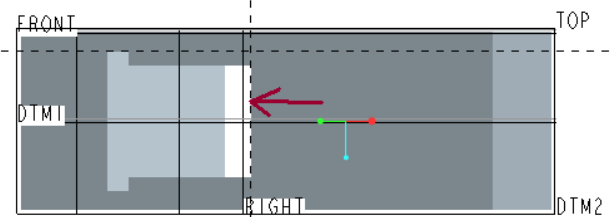

図 4-35 追加参照エンティティ
- 自動的に表示されたスケッチ参照ボックスに二回目の材料カットした溝の横方向の上面エッジが既存参照エンティティとして存在され、追加する参照フィーチャーは図 4-35 の図面に、矢印で表示する。一回目材料カットでもモデル底面における右斜面出口エッジ (**RIGHT** 面の右側) の首直エッジを参照エンティティとして追加指定をする。